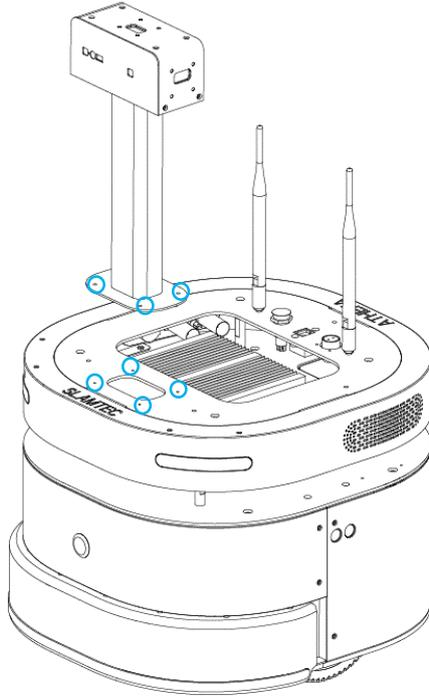
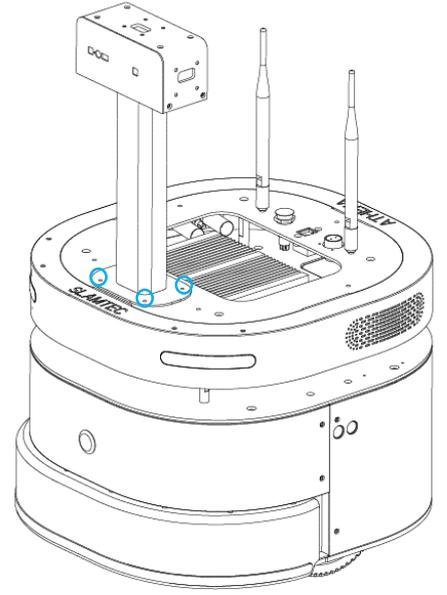

图 9
图 10
2. 如图 9 所示，将上一步骤中组装好的支架置于 Athena 上层面板顶部图示位置，并在蓝圈所示螺孔位置用 4 枚圆柱头内六角螺丝 M3*5 螺钉固定至面板顶部，然后如图 10 所示，将深度摄像头 USB 接置于支架内部与上层的工控机 USB 蓝色口相连。